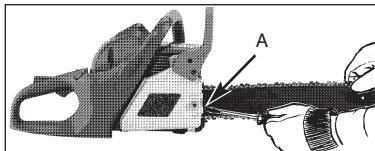

Рис. 5
1. Приподнимая за кончик шину, ослабьте гайку крепления крышки и вращайте регулировочный винт (Д) ПО ЧАСОВОЙ СТРЕЛКЕ, чтобы увеличить натяжение цепи. Вращение регулировочного винта ПРОТИВ ЧАСОВОЙ СТРЕЛКИ уменьшит натяжение. Следите за тем, чтобы цепь вокруг шины не выпадала из канавки (рис. 5).